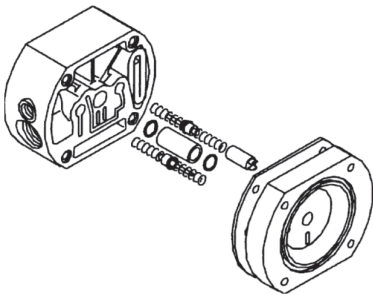

Fig 6.1.
- Retire el cuerpo de la bomba (fig. 6.1).
- Extraiga los conjuntos de las válvulas piloto (fig. 6.1).
- Retire las empaquetaduras y la guía. (fig. 6.1).